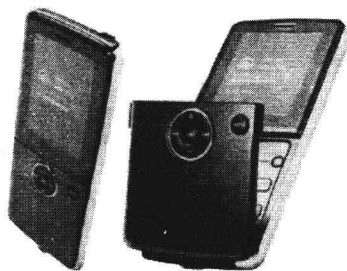

图 1-3 下翻盖式手机外形
2) 下翻盖式手机。和上翻盖式手机不同的是，下翻盖式手机增加了一个可以覆盖全部或部分按键的翻盖。翻盖的作用主要是保护按键，利用翻盖形状的变化和翻盖上加图案文字等方法来增加手机的美感。同时，大多数有翻盖的手机都有一个磁性开关，打开或闭合翻盖时具有直接接听或挂断电话等功能，方便用户操作。其外形如图 1-3 所示。